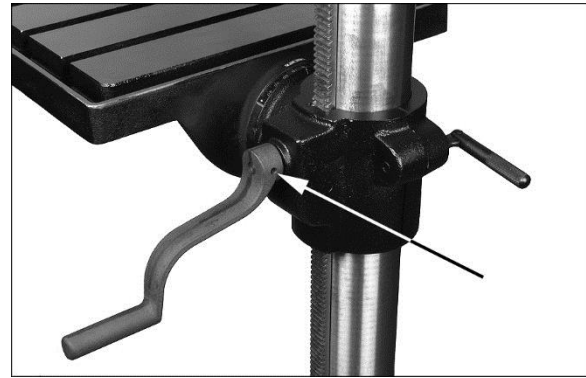

Figure 6-1: Montage de la manivelle
2. Monter la manivelle sur l'axe de la console de la table et serrer la vis de réglage avec une clé à 6 pans de 3mm. (Figure 6-1)